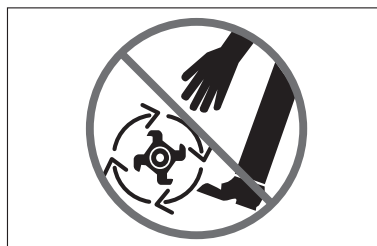

Fig. 10
3. Ayez toujours une prise ferme sur l'appareil. Pour une meilleure orientation appliquez une légère pression pour les poignées [3] (Fig.10).